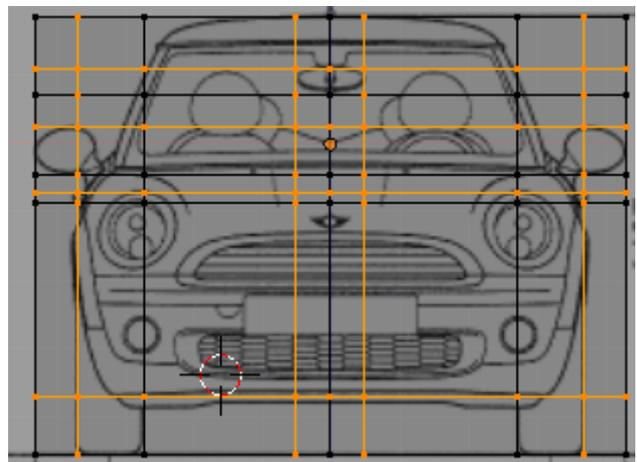

Figura 4.8
20. Crie novos contornos transversais e longitudinais em pontos de referência da imagem que considere relevantes para o tratamento das imagens dos outros planos, que faremos de seguida, **[Alt]+ [RMB]** sobre uma aresta para seleccionar um contorno e **[Ctrl]+[R]** para criar um novo, figura 4.8.